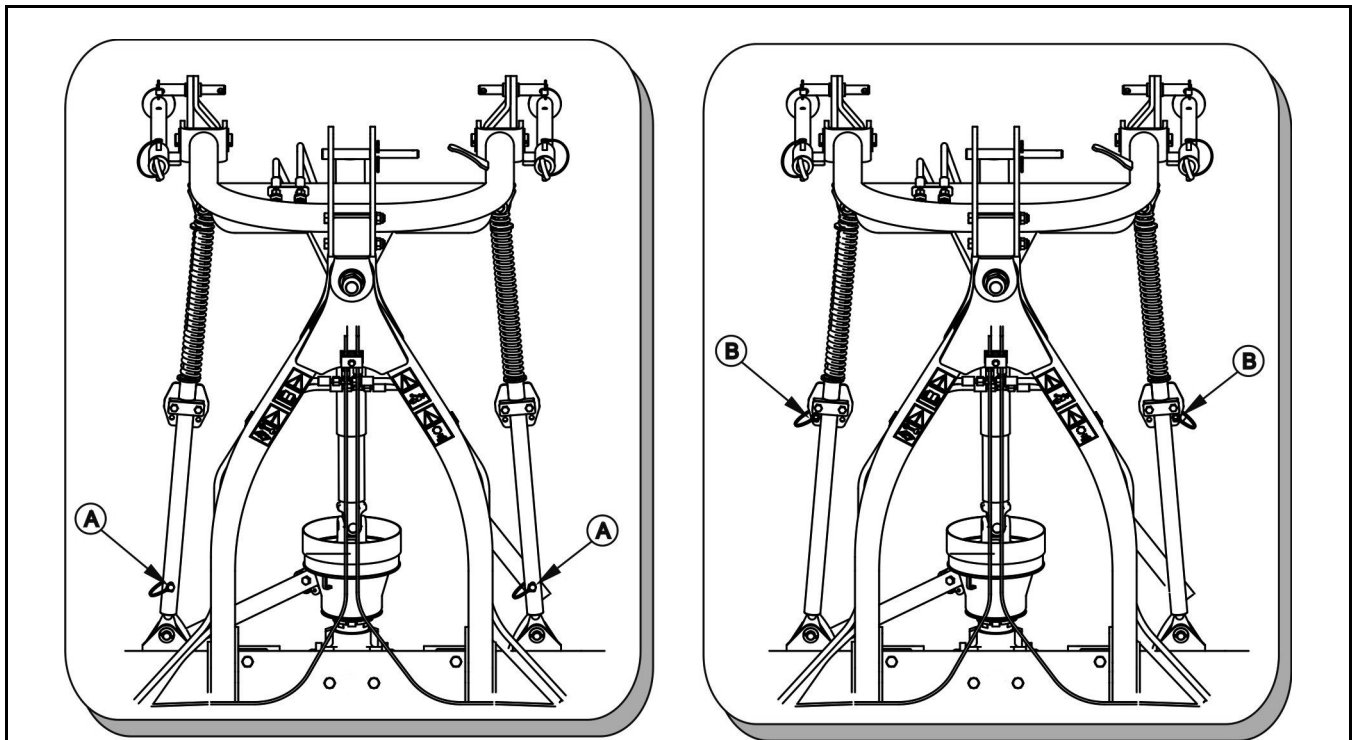

BILD 4.4A Einstellung der Schwingungsdämpfer in die Arbeitslage.
- Den rechten und linken Schwingungsdämpfer des Schwaders entriegeln, wodurch die Verriegelungsplinte herausgezogen werden (BILD 4.4A).